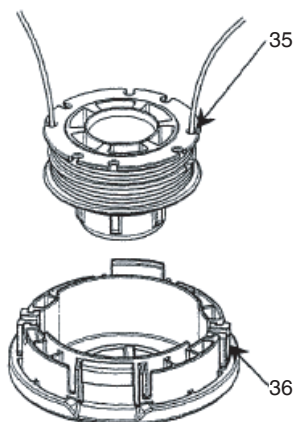

Fig. 32
- (5) Insérez les deux bouts libres du fil dans le guide-cordon (36) lorsque vous placez la bobine dans le boîtier. (Fig. 32)